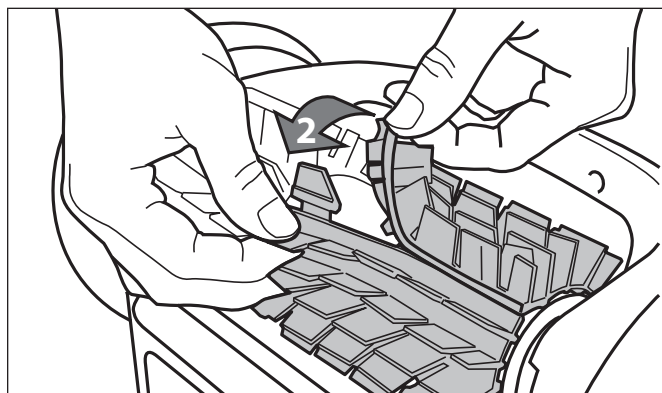

Figure 32. Défaire les pinces de fixation des brosses
2. Séparer les bords de la brosse et retirer les onglets, tel qu'il est indiqué à la Figure 32. Retirer les brosses usées.